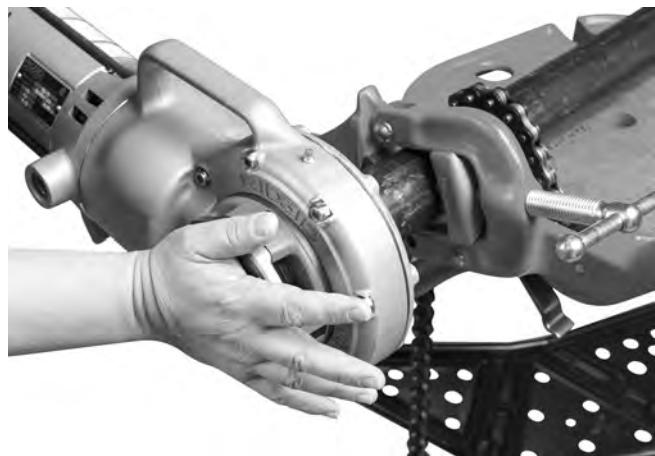

Figura 8 – Inicio del roscado
4. Al mismo tiempo, active el botón interruptor (vea la Figura 3) y empuje contra la tapa del cabezal roscador con la palma de la mano contraria, para iniciar el roscado (Figura 8). No use guantes ni joyas, y no use un paño mientras presiona la tapa del cabezal. Esto aumenta el riesgo de enmarañarse y sufrir una lesión. Una vez que las terrajas hagan contacto con el tubo, se van cortando las roscas a medida que las terrajas se incrustan en el extremo del tubo.